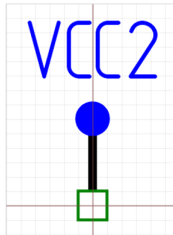

Рис. 70 Порт VCC2
- VCC2 (Питание) – альтернативное обозначения входа питания, например, при использовании различных линий питания, см. Рис. 70.